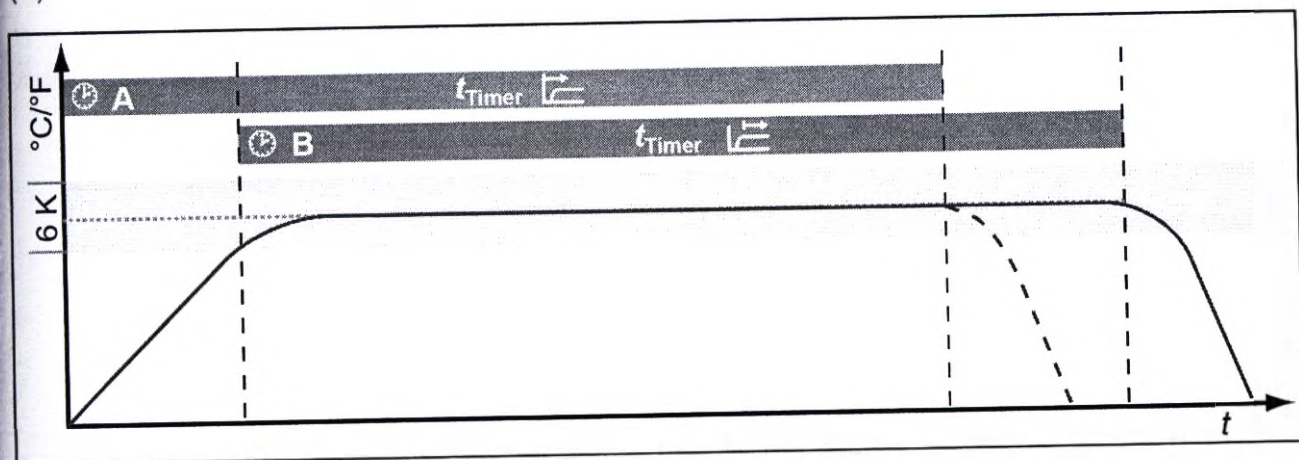

Рис. 26 Режим таймера
Здесь можно установить, должен ли цифровой таймер обратного отсчета с настройкой заданного времени (таймер, см. стр. 29) работать в зависимости от заданного значения — то есть, должно ли время таймера отсчитываться только с момента достижения диапазона допустимых значений заданной температуры $\pm 3\text{ K}$ (Рис. 26, B) или непосредственно с момента активации таймера (A).